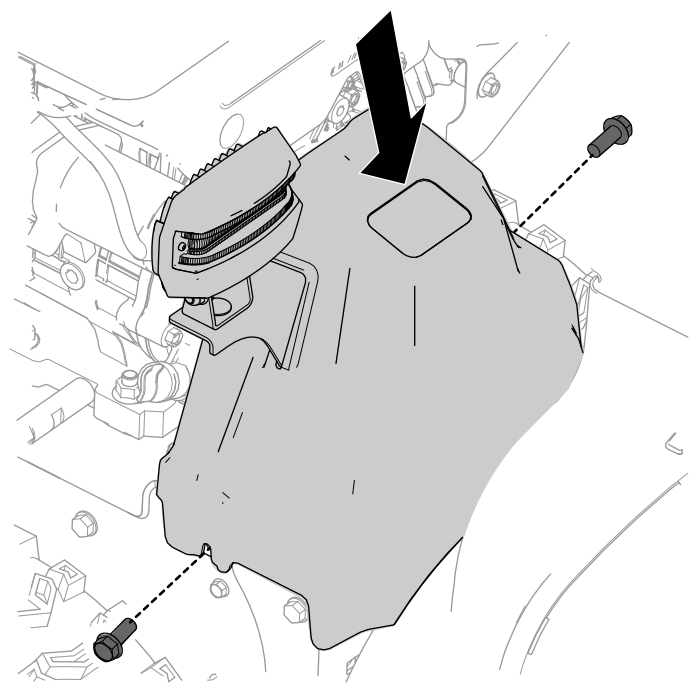

Bild 23
- Bringen Sie die Riemenabdeckung an der Maschine an und befestigen Sie diese mit den beiden Schrauben (1/4" x 5/8") (Bild 23).